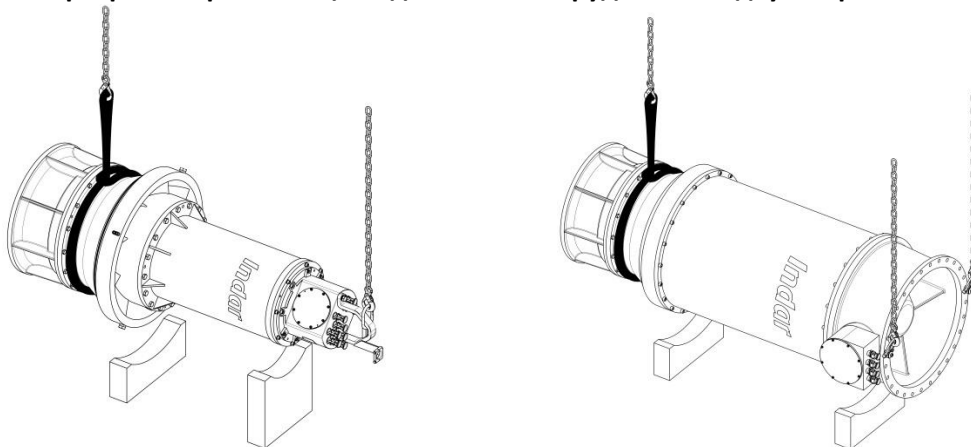

Рисунок 2: Транспортировка в горизонтальном положении при помощи подъемного оборудования с двумя крюками.
- a. подъемного оборудования с двумя крюками: закрепите один из крюков крана за подъемную проушину (для съемной установки HE) или за два рым-болта, предварительно установленных под 180° в верхней части агрегата (для установки с рубашкой H), а второй — за строп, предварительно размещенный в нижней части агрегата (см. рисунок 2).